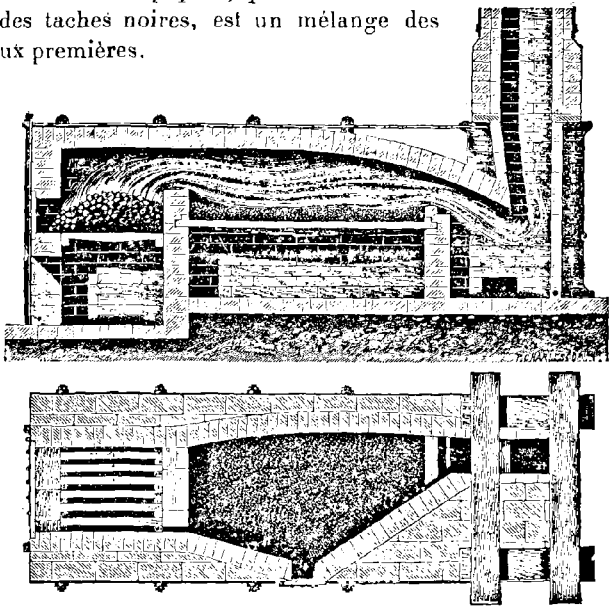
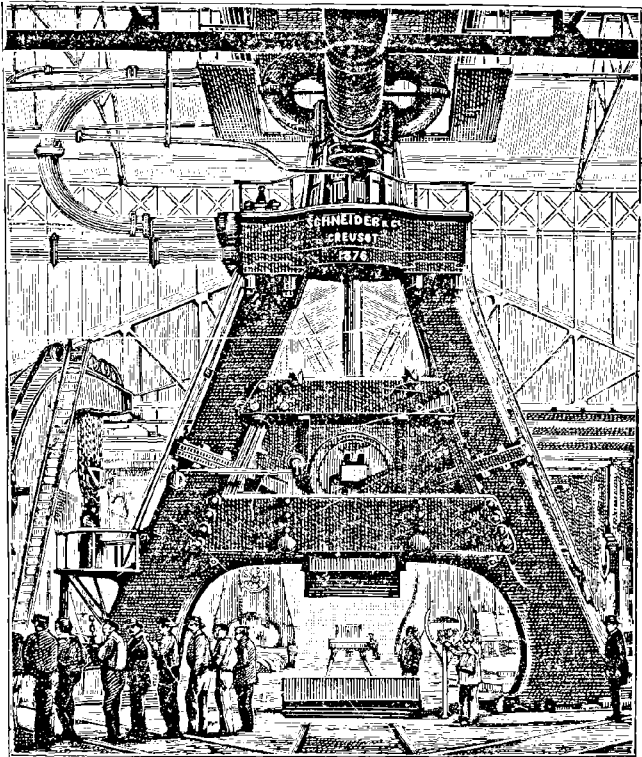

Fig. 6. Four à puddler.
Fig. 7. Marteau pilon.
**Extraction du fer ou puddlage.** — On chauffe dans un four à réverbère (fig. 6) de la fonte et de l'oxyde magnétique. L'oxygène de celui-ci forme du gaz carbonique avec le carbone de la fonte. On remue la masse (*ringage*) et on en porte les blocs, nommés *loupes*, sous le marteau frontal ou mieux encore sous le marteau pilon (fig. 7), qui chasse les scories et laisse le fer à peu près pur (*cin-glage*).